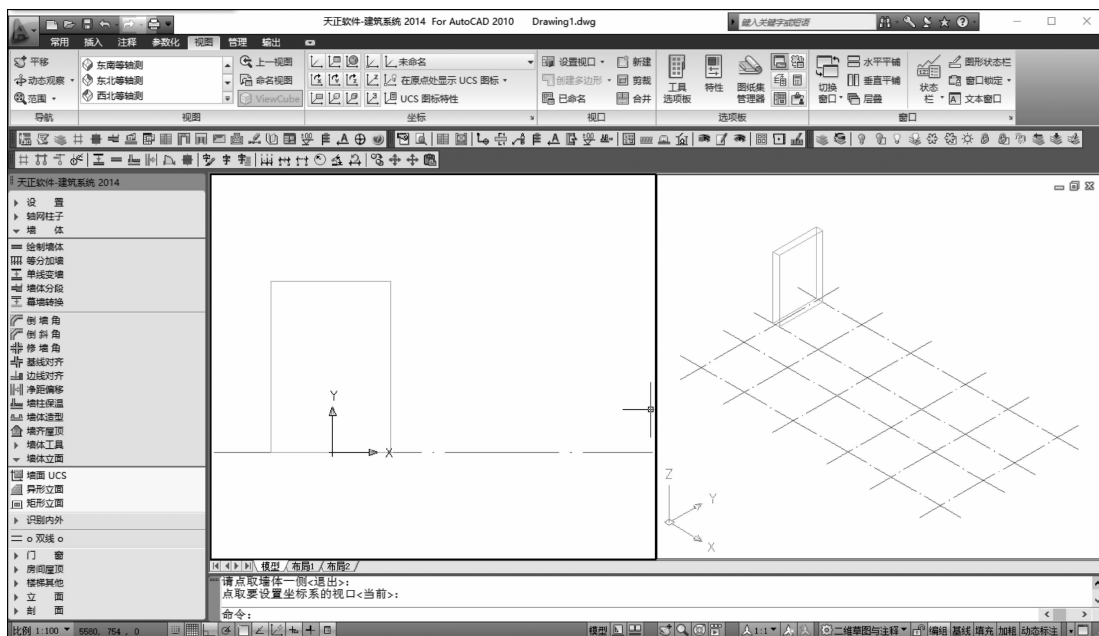

图 3-32 拾取墙体一侧的结果(准备进行异形立面)
(3) 执行“墙体”→“墙体立面”→“墙面 UCS”命令, 然后根据提示拾取墙体一侧, 即沿 1 轴在 C 轴与 D 轴之间的墙体左侧, 按空格键确认, 结果如图 3-32 所示。